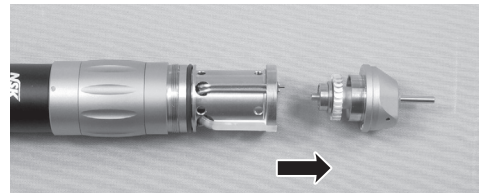

Fig. 16
- (2) Tenez la fraise et tirez-la pour faire sortir la cartouche vers l'avant. (Fig.16). Il se peut que le joint placé sur le roulement arrière reste dans le corps. Veillez à bien enlever le joint. Avant d'insérer une nouvelle cartouche, nettoyez l'intérieur de la tête.